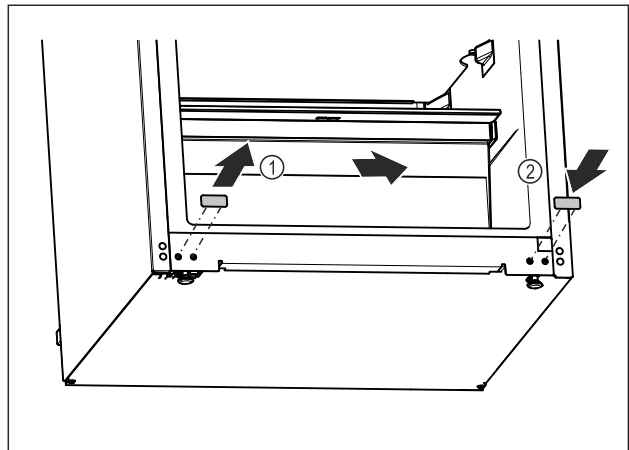

Fig. 17
- ▶ Abdeckstopfen herausziehen. Fig. 17 (1)
- ▶ Abdeckstopfen auf der Gegenseite einsetzen. Fig. 17 (2)